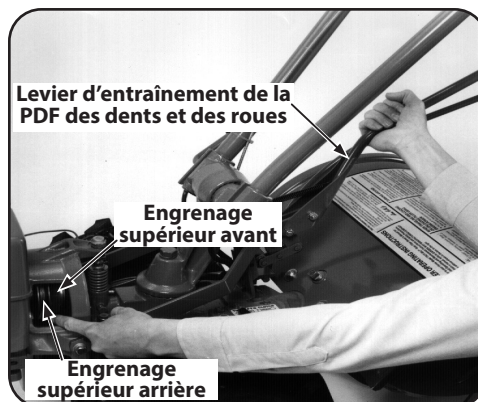

Figure 4-10
3. Tenez-vous sur le côté gauche du motoculteur. De votre main droite, tenez le levier d'entraînement de la PDF des dents et des roues levé à la position MARCHE ARRIÈRE (« REVERSE »). De votre main gauche, sortez la courroie de la gorge supérieure avant de la poulie du moteur à la gorge supérieure arrière. Voir Figure 4-10.